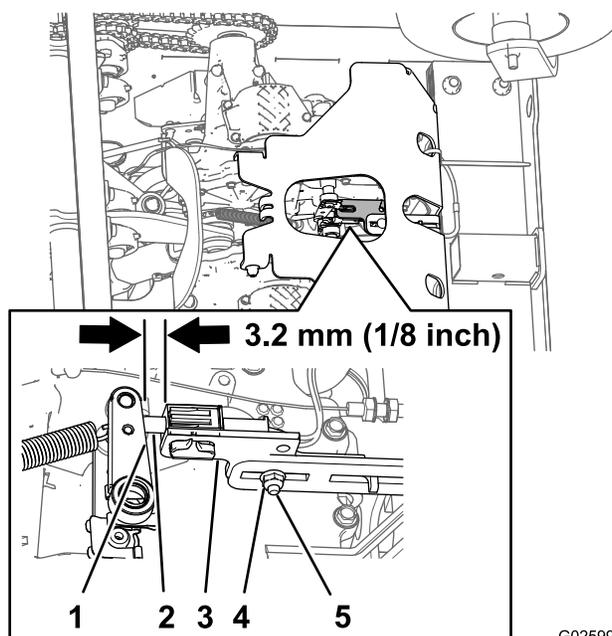

Figura 49
5. Compruebe la distancia entre el soporte del interruptor del freno de estacionamiento y el brazo del freno de la transmisión (Figura 49).
- A. Afloje la contratuerca y el perno de cuello cuadrado que sujetan el soporte del interruptor del freno de estacionamiento (Figura 49).
- B. Ajuste la posición del soporte del interruptor del freno hasta que la distancia (Figura 49) entre el soporte del interruptor y el brazo del freno sea de 3.2 mm (1/8 pulgada).
- C. Apriete la contratuerca y el perno de cuello cuadrado (Figura 49) que sujetan el soporte del interruptor del freno a 1017 – 1243 N·cm (90 – 110 pulgadas-libra).